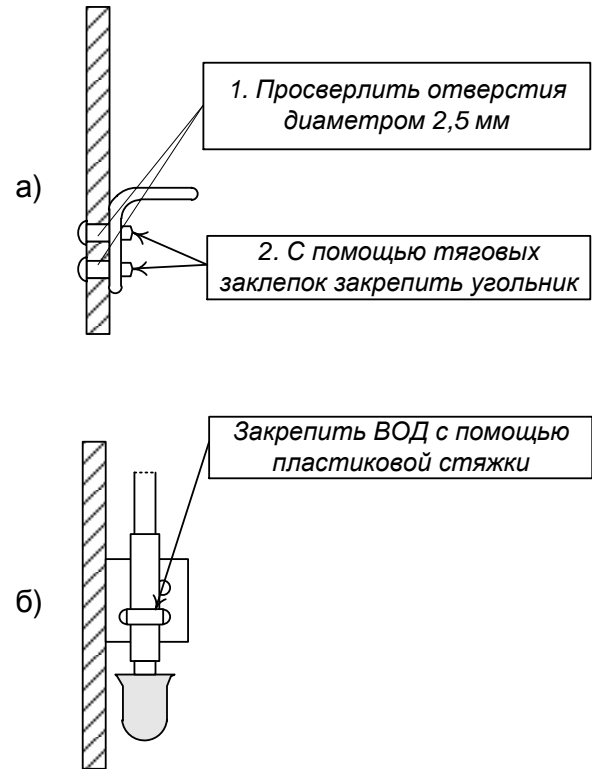

Рис. 2.4 Установка ВОД в отсеке ячейки.
2.3.14 Крепление ВОД осуществляется с помощью входящих в комплект поставки угольников, пластиковых стяжек и заклепок (саморезов). Габаритные и установочные размеры угольника приведены на рис. 2.3. Установка ВОД показана на рис. 2.4.